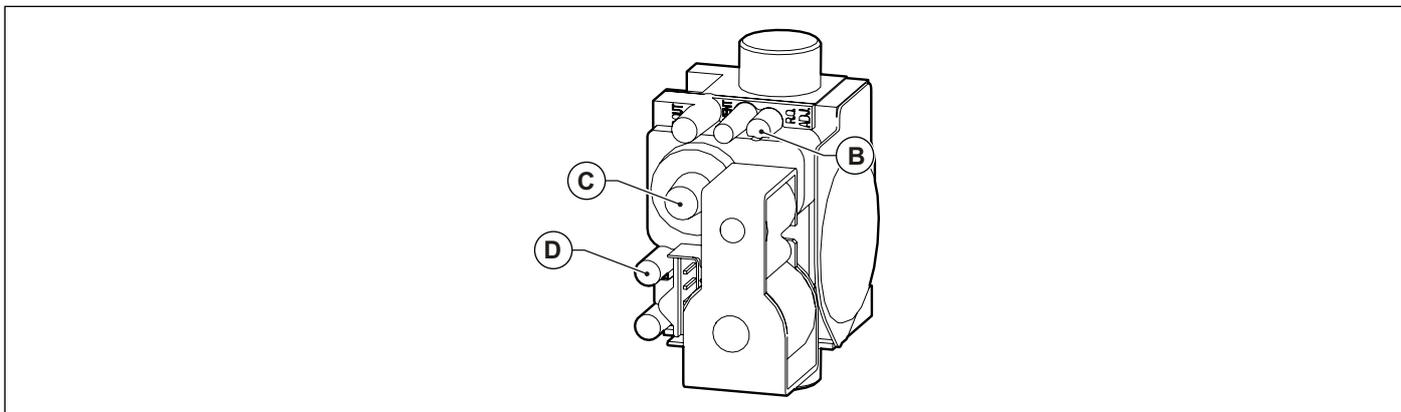

Fig. 35 Regolazione valvola gas
- Regolare il valore dell'anidride carbonica (CO₂) nei fumi ruotando il regolatore di rapporto **B** (vedi Fig. 35 Regolazione valvola gas) e assicurarsi che rientri nei limiti della Tab. 33 Valori di CO₂ nei fumi.
- Verificare che il valore del monossido di carbonio (CO) nei fumi alla potenza massima sia al di sotto del limite della Tab. 33 Valori di CO₂ nei fumi.
- Verificare che il valore del monossido di carbonio (CO) nei fumi alla potenza minima sia al di sotto del limite della Tab. 33 Valori di CO₂ nei fumi
- Ruotare il regolatore di rapporto **B** (vedi Fig. 35 Regolazione valvola gas) per regolare il valore dell'ossigeno (O₂) nei fumi sinché rientra nei limiti della Tab. 34 Valori di O₂ nei fumi.
- Ruotare il regolatore di offset **C** (vedi Fig. 35 Regolazione valvola gas) per regolare il valore dell'ossigeno (O₂) nei fumi e la pressione di offset sinché entrambi rientrano nei limiti della Tab. 34 Valori di O₂ nei fumi.